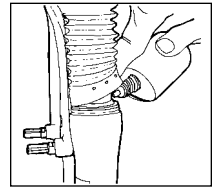

Fig. 3
1. Levante los guardapolvos de los tubos inferiores. Limpie a continuación las superficies exteriores, los alrededores de la junta Resi-wiper y el tubo superior. Aplique 2 ó 3 gotas de aceite reforzado con teflón en la junta de estanqueidad Resi-wiper de los tubos superiores. See Fig. 3.